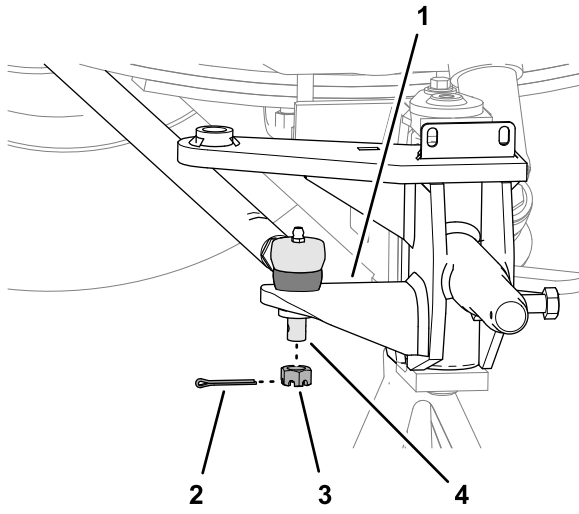

Figure 11
1. Insérez l'embout de biellette de la barre de direction dans le trou du bras de biellette sur la fusée gauche (Figure 11).
2. Vissez l'écrou crénelé (½ po) sur l'embout de biellette de direction (Figure 11) et serrez-le à un couple de 27 à 34 N·m (20 à 25 pi-lb).
3. Fixez l'écrou crénelé à l'embout de biellette de direction (Figure 11) avec la goupille fendue (1¼ x ⅛ po).